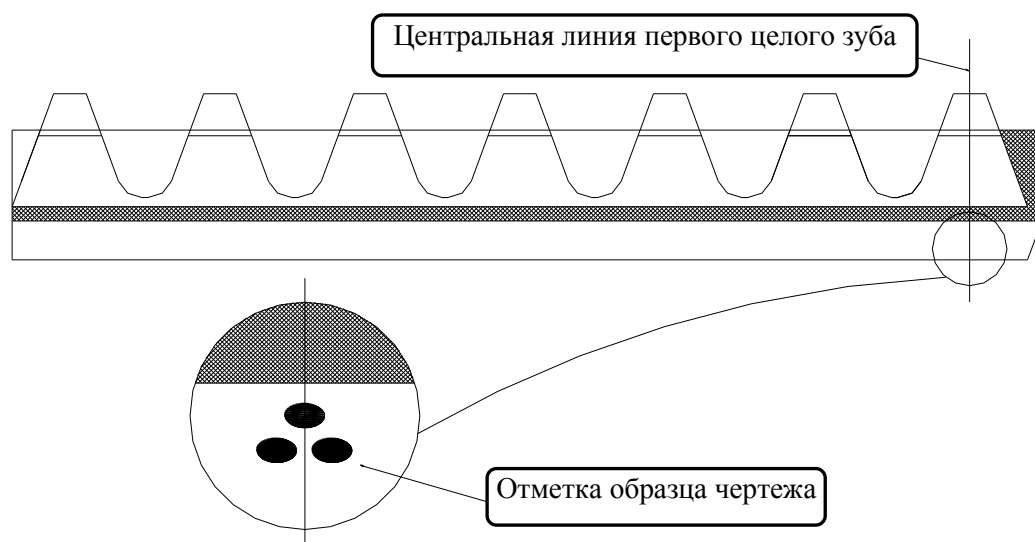

Рисунок 6-8. Расположение метки на зубчатой рейке
2. Очистить поверхность рукояти от грязи и масла. На первом зубе правой и левой рукоятей сделать пометку так, чтобы она не стерлась (см. рисунок 6-8).